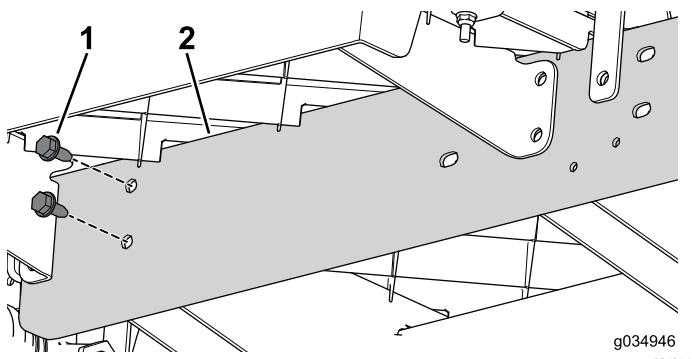

図 75
6. 車体前部のセンターチャネルに、エクステンションレールを仮止めするボルト $5/16 \times 3/4$ インチ2本を使う図75。